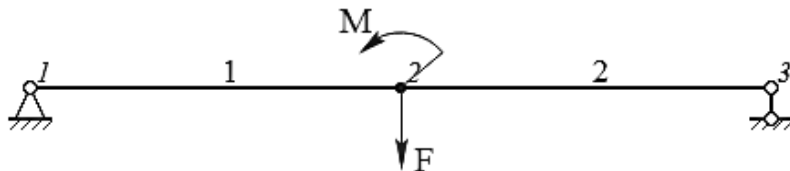

Рис. 5.7 – Схема балки к заданию 7
7. Покажите направление реакций связей и составьте уравнения равновесия для определения этих реакций в общем виде (рис. 5.7). Длины участков балки равны:  $l_{12}$ , м,  $l_{23}$ , м.